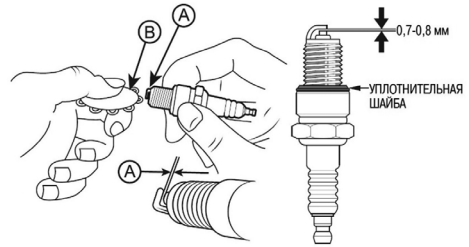

Рис. 23 Обслуживание свечи зажигания
4. Измерьте зазор А между электродами свечи зажигания специальным щупом В. Зазор должен быть $0,7-0,8$ мм (Рис. 23). При увеличении или уменьшении требуемого зазора, рекомендуется заменить свечу, так как регулировка зазора может привести к изменению качества искрообразования.